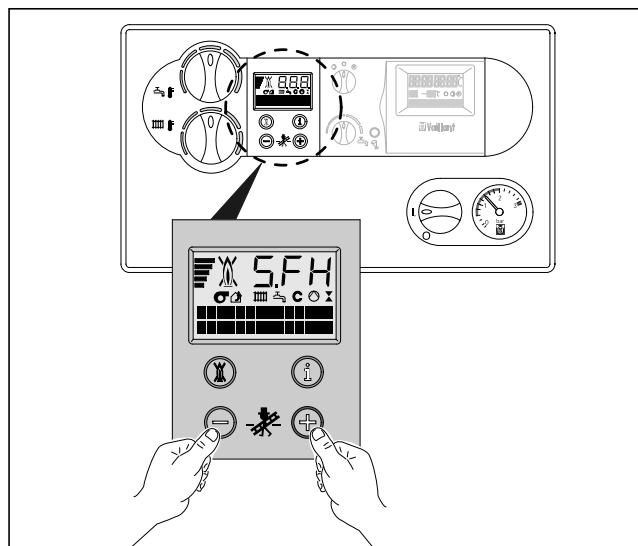

Fig. 3.10 Skorsteins målinger (på DIA-systemet)
- Aktiver skorsteinsfeiedriften, samtidig som du trykker på tastene «+» og «-» til DIA-systemet (fig. 3.10)